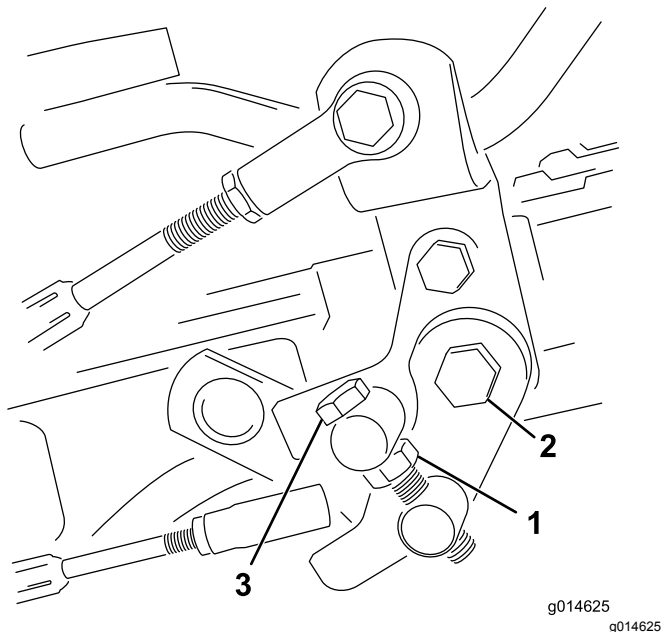

図 34
1. トラニオンボルトのジャムナットをゆるめる 図 34。
4. トラニオンボルトのジャムナット、およびペダルピボットのナットを締め付けて調整を固定する 図 34。調整を確認し、必要に応じて再調整する。